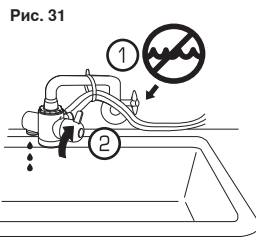

Рис. 31
Закройте кухонный кран ① и поместите Систему в раковину. Поверните ручку дивертора в положение "очищенная вода" ② (рис. 31)